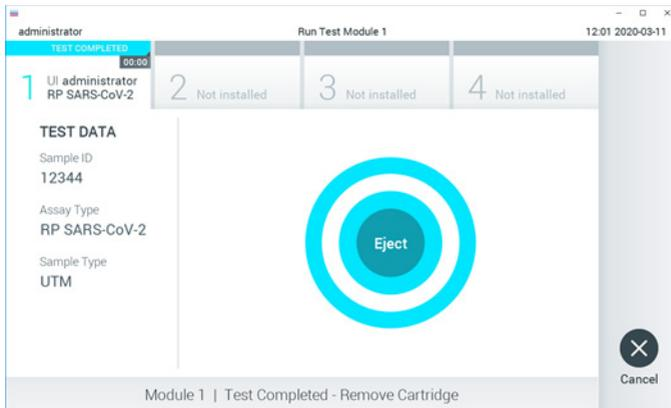

Figura 16. Visualización de la pantalla Eject (Expulsar).
21. Una vez finalizada la prueba, aparecerá la pantalla Eject (Expulsar) (figura 16, en la página siguiente) y la barra de Estado del módulo mostrará el resultado de la prueba como una de las siguientes opciones: